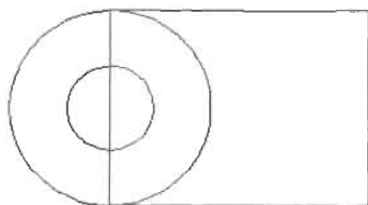

图 14-196
(1) 切换到前视图, 绘制一个 18×14mm 的矩形。
(2) 捕捉矩形左边线的中点为圆心绘制两个圆, 半径分别为 3mm 和 7mm, 如图 14-196 所示。